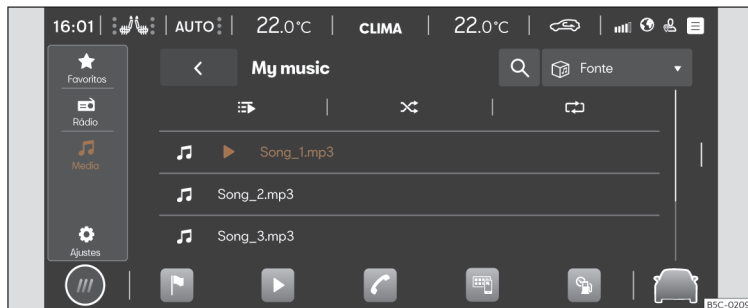

Fig. 169 Esquema: Vista Multimédia.
- Pressione HOME > ► > 🎵 >>> **Fig. 169.**